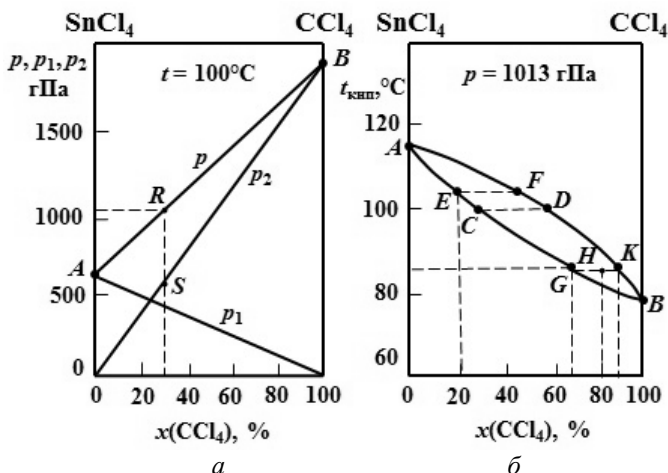

Рис. 1. Зависимость общего давления и парциальных давлений компонентов (а) и температуры кипения смеси от состава (б) системы $\text{SnCl}_4 - \text{CCl}_4$
Постройте: **1)** график в координатах давление пара (p, p_1, p_2) – состав жидкой смеси при 100 °С; **2)** график в координатах температура кипения – состав жидкой смеси и пара при 1013 гПа. Рассчитайте состав точек *C* и *D*, представленных на рис. 1, б. Определите температу-
ру кипения жидкой смеси 20 % (мол.) CCl_4 и состав равновесного с ней пара; состав жидкой смеси, закипающей при 85°C , и состав равновесного с ней пара; массу равновесных жидкости и пара, если 10 моль исходной жидкой смеси состава 80 % (мол.) CCl_4 кипит при 85°C (рис. 1, б).
1. Для построения графика в координатах давление пара – состав жидкой смеси при 100°C (рис. 1, а) откладываем на осях ординат $p_1^0 = 662$ гПа при 0,00 % (мол.) CCl_4 (точка А) и $p_2^0 = 1933$ гПа при 100 % (мол.) CCl_4 (точка В). Зависимость парциальных давлений обоих компонентов и общего давления пара от состава смеси в случае идеальных растворов изобразим на графике $(p, p_1, p_2) = f(x_2)$ прямыми линиями, соответствующими уравнениям законов Рауля (4.3) и Дальтона (4.5) [1].
2. Для построения графика в координатах температура кипения – состав жидкой смеси при 1013 гПа (рис. 1, б) откладываем на осях ординат $t_{\text{кип}}(1) = 114^\circ\text{C}$ при 0 % (мол.) CCl_4 (точка А) и $t_{\text{кип}}(2) = 77^\circ\text{C}$ при 100% (мол.) CCl_4 (точка В).
Состав жидкой смеси, кипящей при 100 °С и 1013 гПа (точка *C*), определяем по рис. 1, *a*. Как видно, при 100 °С смесь около 28 % (мол.) CCl_4 имеет общее давление пара 1013 гПа (точка *R*, рис. 1, *a*).
Состав пара (точка *D*, рис. 1, *b*), равновесного с жидкой смесью $\text{SnCl}_4 - \text{CCl}_4$, кипящей при 100 °С, также находим по рис. 1, *a*. Как видно, парциальное давление CCl_4 в жидкой смеси, содержащей 28 % (мол.) CCl_4 , равно 533 гПа (точка *S*, рис. 1, *a*).
Откладываем точки *C* (100 °С, 28 % (мол.) CCl_4) и *D* (100 °С, 53 % (мол.) CCl_4) на графике (рис. 1, *b*). По точкам *ABC* проводим кривую температура кипения – состав жидкой смеси (линия жидкости); по точкам *ADB* кривую температура кипения – состав равновесного пара (линия пара).
3. Состав точки *C* (мольную долю CCl_4 в кипящей жидкости) (рис. 1, *b*) точно рассчитываем по уравнению (4.5) [1]:
Состав точки *D* (рис. 1, *b*) мы уже рассчитали выше по закону Дальтона.
4. Из графика (рис. 1, *b*) находим, что смесь 20 % (мол.) CCl_4 кипит около 104 °С (точка *E*) и состав равновесного с ней пара – около 45 % (мол.) CCl_4 (точка *F*).
5. Из графика (рис. 1, *b*) находим, что при 85 °С кипит жидкая смесь, содержащая ~66 % (мол.) CCl_4 (точка *G*), а равновесный с ней пар содержит ~86 % (мол.) CCl_4 (точка *K*).